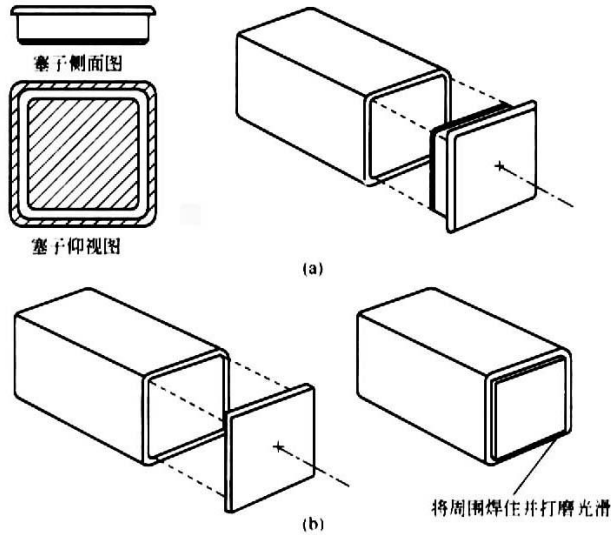

图 61 两种管状工件的密封方法
① 最简单的密封方法是在管状工件末端插入尺寸适当的塑料塞子，如图 61(a)所示。这些塑料塞子有圆形、方形和长方形等形状。但插入塑料塞子有个缺点，大多数塑料塞子伯外观和尺寸只能应用于室内。如果工件长期暴露在室外大气中，塑料塞子会由于气候的影响而逐渐发生老化，进而失去保护边缘的能力。
② 另一种密封方法是用钢板将管状工件末端覆盖住，并将钢板焊接固定，如图 61(b)所示。这种方法虽然费时，但能有效地避免气候的不良影响。